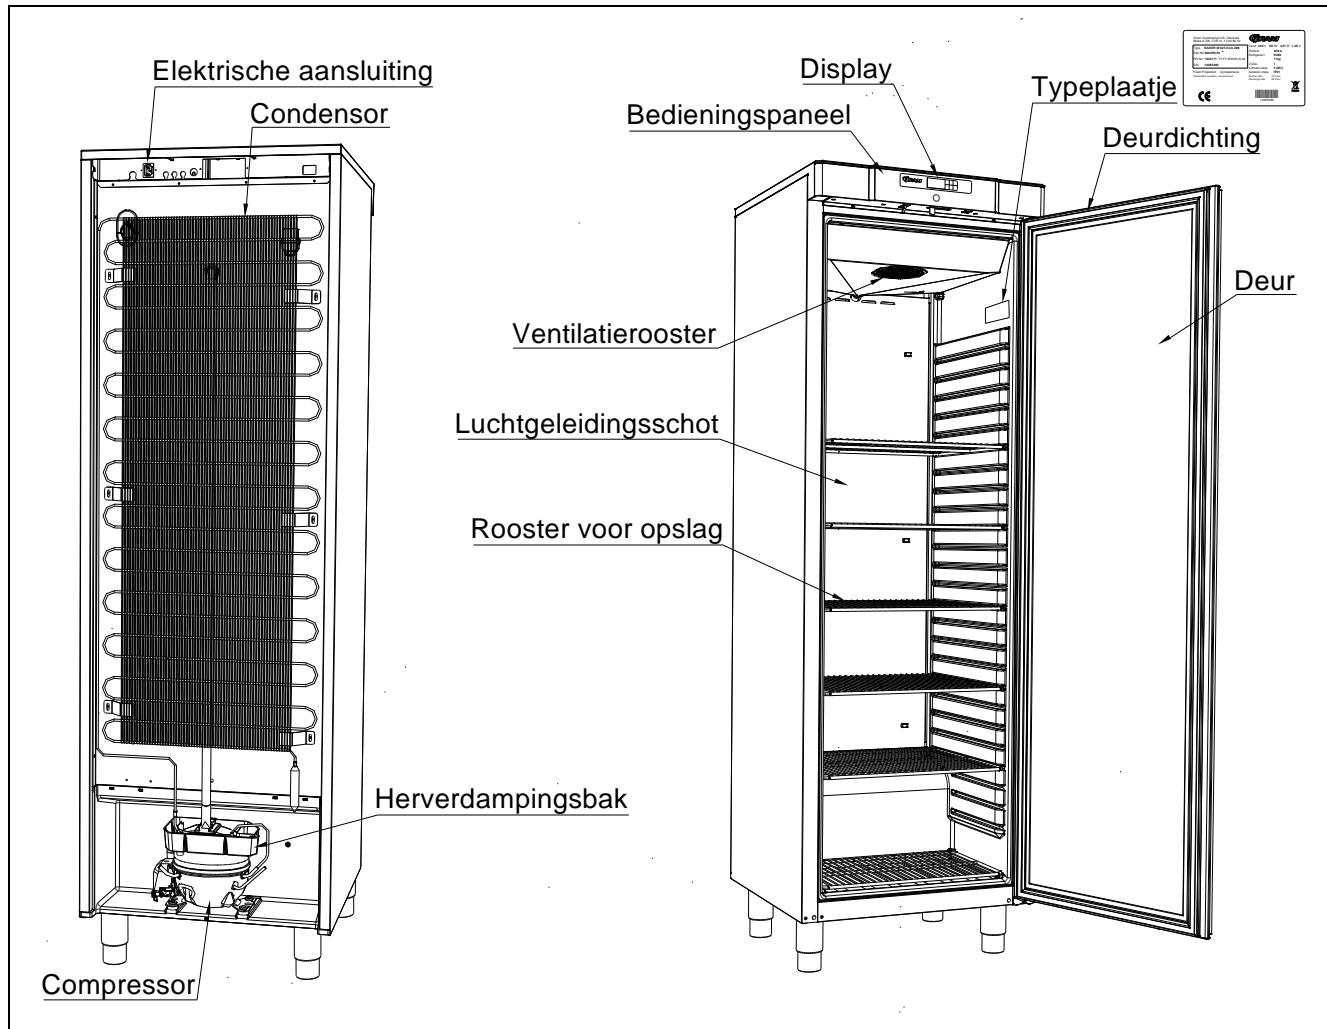

Fig.6
Producten worden getest volgens de volgende klimaat- en temperatuurklassen. Informatie over de klimaat- en temperatuurklasse van het product is te vinden op het typeplaatje (zie fig.6)
- Sluit de kast uitsluitend aan op de spanning die is aangegeven op het typeplaatje. Gebruik uitsluitend de meegeleverde kabel voor aansluiting op een wandcontactdoos (zie Fig. 6).